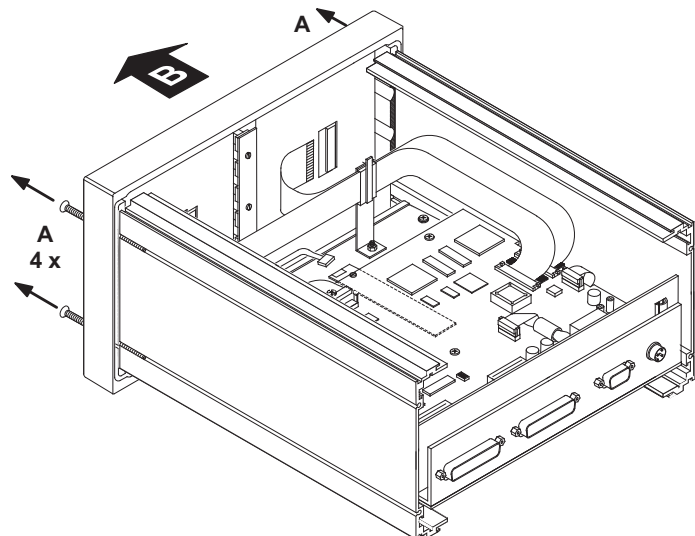

Bild D 8-4: Lösen der Frontblende und Herunterkippen auf die Unterlage
3. Lösen und entfernen Sie mit einem geeigneten Schraubendreher die Kreuzschlitzschrauben von der Frontblende (siehe Bild D 8-4, A).
4. Kippen Sie die Frontblende auf die Unterlage (siehe Bild D 8-4, B, auf der vorherigen Seite).